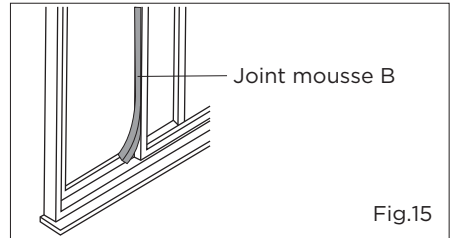

Fig.15
6. Coupez le joint mousse à la longueur appropriée et placez-le sur l'espace ouvert entre le châssis coulissant et le châssis extérieur de la fenêtre, comme indiqué à la figure 15.